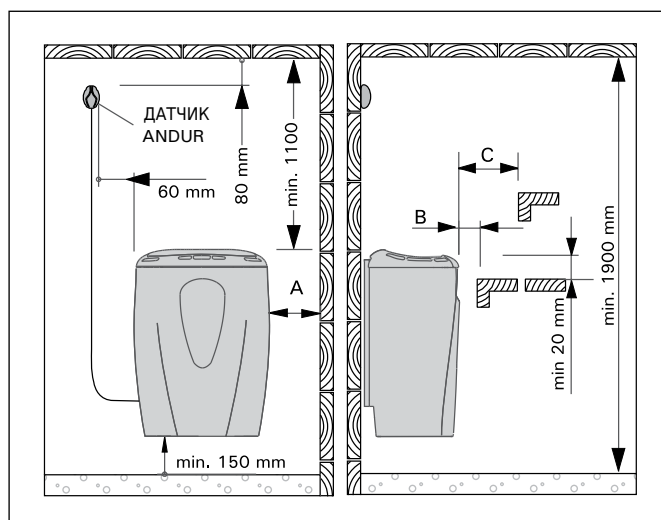
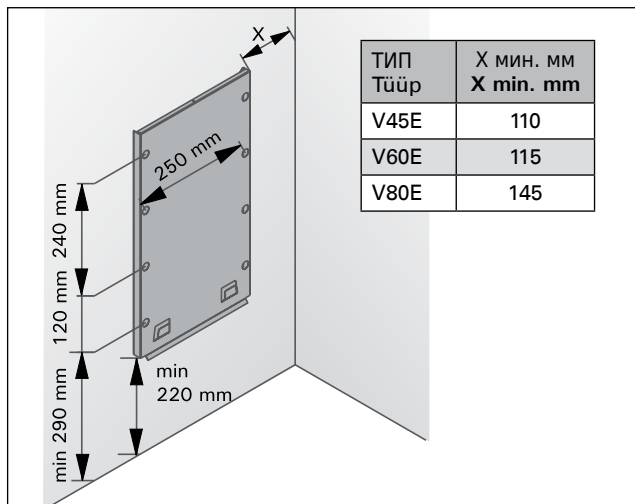

Рисунок 5. Расстояния безопасности
Рисунок 8. Установка креп. жной рамы
- При расположении каменки выполняются условия минимальных расстояний, изображенных на рис. 5 и указанных в таблице 2.
1. С помощью прилагаемых шурупов прикрепите к стене монтажную раму, соблюдая минимальные расстояния, указанные в таблице 2 и на рис. 5. Установка рамы изображена на рис. 8.
При установке защитного ограждения вокруг каменки следует соблюдать расстояния, указанные на рис. 5 и в табл. 2.
Сечение проводов, подходящих к управлению нагревом и к сигнальной лампочке, должно соответствовать питающему кабелю каменки. Каменка полустационарно подсоединяется к соединительной коробке в стене сауны. См. рис. 8. В качестве кабеля следует использовать резиновый кабель типа H07RN-F или подобный.
Установите датчик на стену сауны, как показано на рис. 5. Вставьте кабель датчика в разъем нагревателя по принципу цветового соответствия.